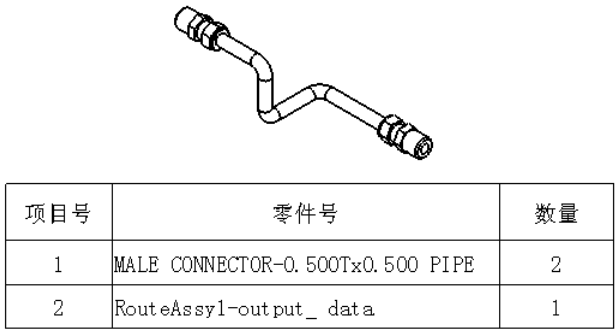

图 11.7.7 插入表格
Step5. 插入表格。选择下拉菜单 **插入(I)** → **表格(T)** → **材料明细表(B)...** 命令，单击上一步创建的视图，系统弹出“材料明细表”对话框；选中 **仅限顶层** 单选项，单击对话框中的  按钮；单击系统弹出的对话框的  按钮，然后单击图形区域中的某一处；在绘图区调整表格，将“说明”列删除，结果如图 11.7.7 所示。